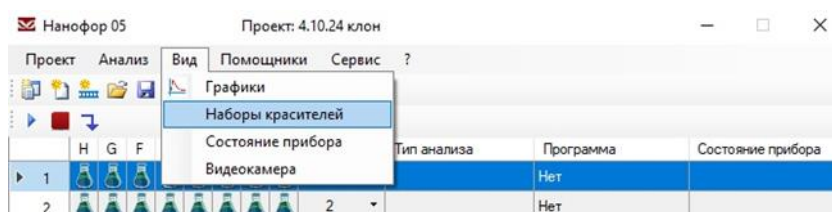

Рисунок 1
2. Открыть раздел меню «Вид», выбрать в нем «Наборы красителей» (рисунок 1).